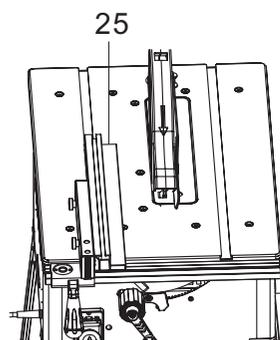

Fig. 14
1. Stop height (Fig. 14 15 16)